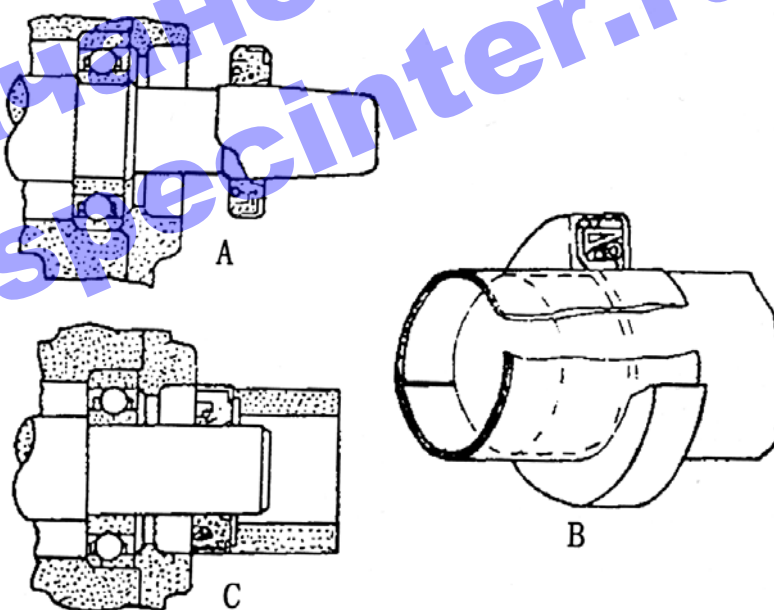

Рис. 4-1. Сборка сальника.
4. Для направления сальника в дорожку можно воспользоваться трубкой (рис. 4-1А). Если трубки нет, воспользуйтесь обрезком медного листа.
5. Правильный метод установки сальника в дорожку см. на рис. 4-1С. Для равномерного распределения усилия следует пользоваться соответствующим инструментом. Диаметр инструмента должен быть на 0,5 - 1 мм, чем отверстие дорожки, с ударником на свободном конце.